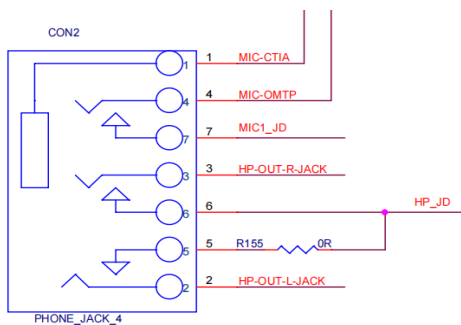

图 2-25 拾音器原理图
(16) 拾音器：用于音频输入，可以采集环境声音或语音指令，实验中使用四段式耳机进行连接。原理图如图 2-25：